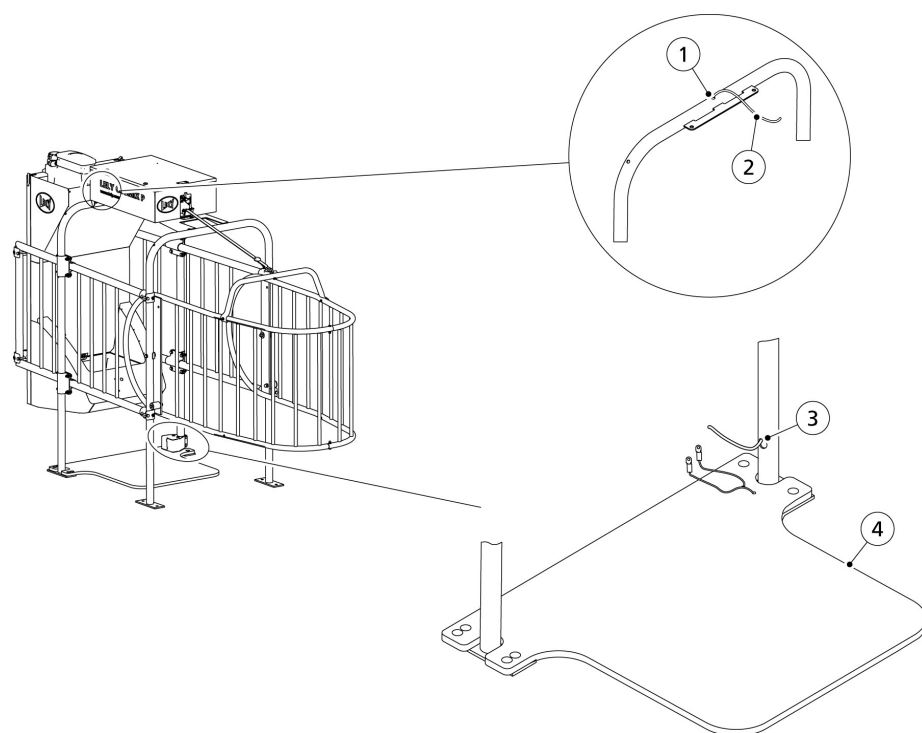

Abbildung 27. Installation der Antennenmatte
1. Legen Sie die Bodenantennenmatte (4, abb. 27, Seite 5-17) zwischen den beiden Pfosten des vorderen Portalrahmens auf den Boden.
2. Fädeln Sie das Koaxialkabel (2) durch das Loch oben im Rahmen (1) zum Loch im vorderen Rahmen (2).